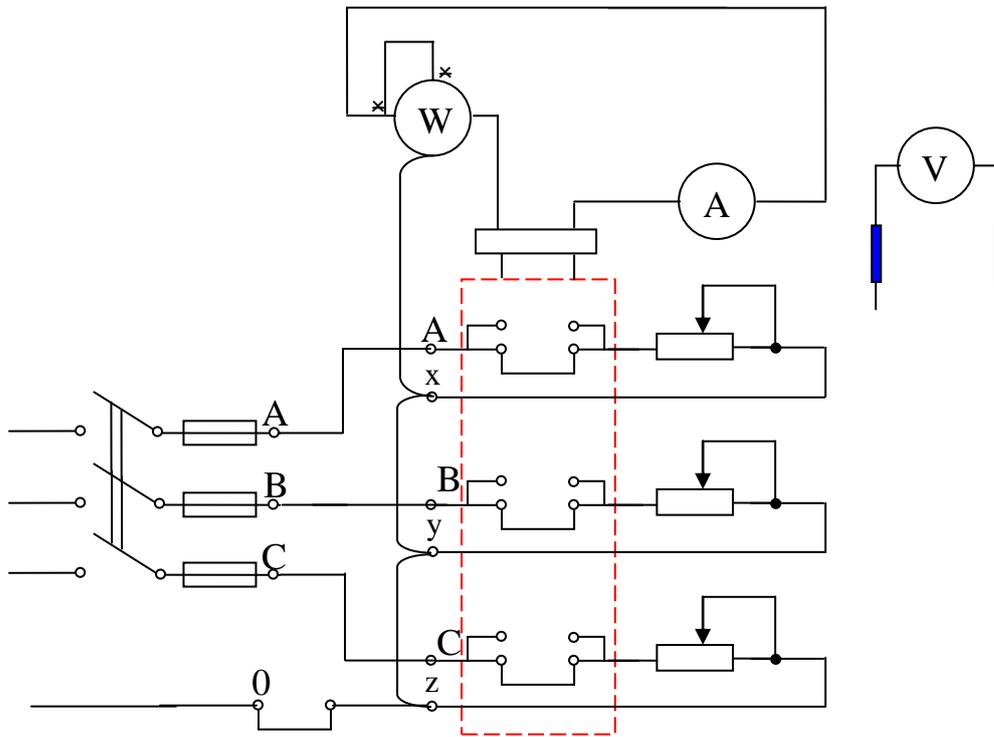

Рис.6
1) Собрать схему (Рис.6)
### а) Равномерная нагрузка (Рис.6)
### в) обрыв нулевого провода при неравномерной нагрузке (Рис.6).